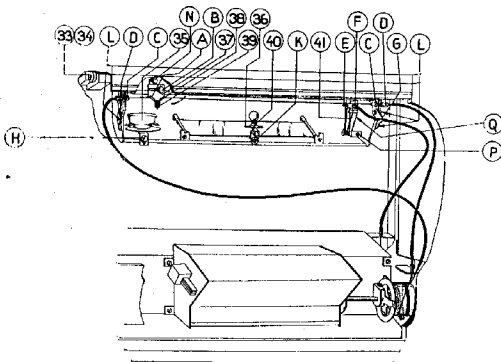
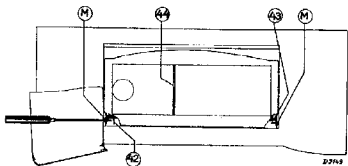

Fig. 7
Fig. 8
Het uitkasten (Fig. 7)
4. De juiste ligging der aandrijfkabels is aangegeven in fig. 7. Bij minimum condensatorcapaciteit moet het bevestigingschroefje in de aandrijfrol naar beneden wijzen, terwijl de indicator op de stationsnamenschaal eveneens op minimum staat.
2. De boutjes L (fig. 7) een slag losdraaien en de schaal aan de voorzijde zoo ver naar boven drukken dat de beide schroeven M (fig. 8) aan de bovenzijde van het apparaat zichtbaar worden.
1. Kartelschroef N (fig. 7) uitdraaien, hierdoor komt de wijzer met het klembegultje los en kan uit de klapschaal genomen worden.
Deze wordt in zijn geheel geleverd. Na uitdraaien van de schroeven P en Q (fig. 7), is het geheel gemakkelijk bereikbaar en kan de schuifkabel overgezet worden naar de nieuwe indicator.